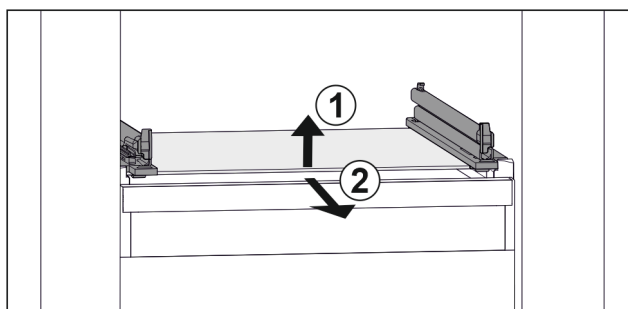

Fig. 78 Przykładowa prezentacja płyty szklanej
- ▶ Unieść płytę szklaną z przodu. Fig. 78 (1)
- ▶ Wyjąć płytę szklaną do przodu. Fig. 78 (2)